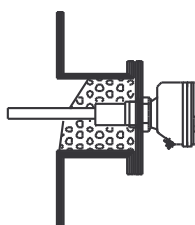

Figura 2
3. Installare l'apparecchio in modo che la parte vibrante sia completamente libera di vibrare. Quando l'asta vibrante è completamente bloccata a causa del prodotto, l'apparecchio non modifica lo stato del relè. Vedere **Figura 2**.